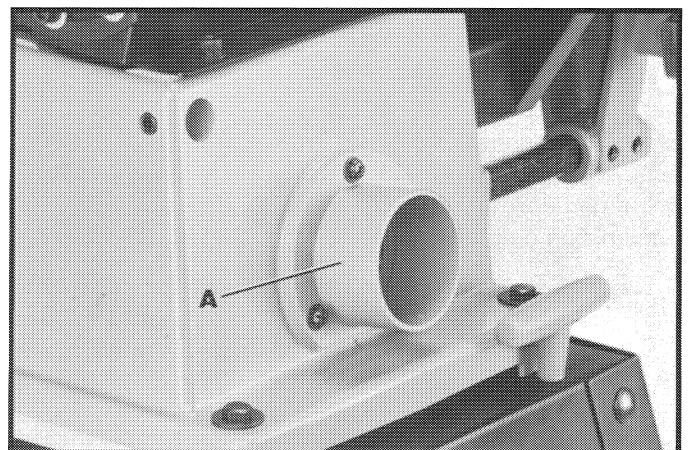

Fig. 35
Se suministra un conducto de polvo (A) Fig. 35 con su lijadora, y puede conectarse fácilmente a una manguera estándar de aspiradora de taller. El diámetro de la abertura del conducto de polvo (A) es de 2-1/4 pulgadas.